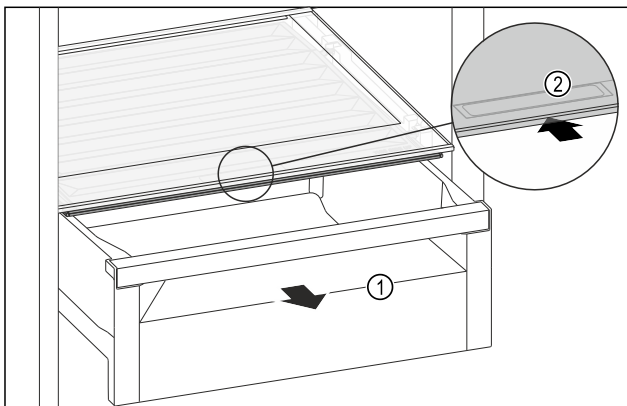

Fig. 142
- ▶ Schubfach Fig. 142 (1) herausziehen.
- ▶ Griffmulde Fig. 142 (2) am Fachdeckel anfassen und Fachdeckel gleichzeitig nach hinten schieben.